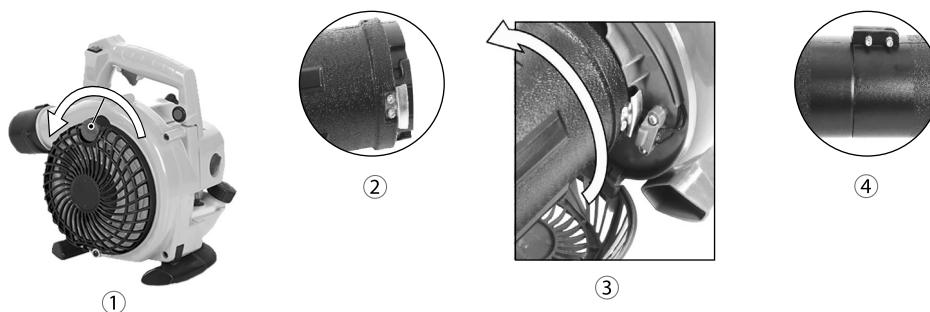

Рис. 4
5. Тримайте головку живлення та відкрутіть фіксуючий гвинт кришки вентилятора (4) проти годинникової стрілки, гвинт повинен залишатися з кришкою.
6. Виберіть верхню вакуумну трубку, на якій прикріплена ударна пластина мікроперемикача (5).
7. Опустіть кришку вентилятора та вставте верхню вакуумну трубку (6), переконавшись, що ударна пластина суміщена з мікроперемикачем на головці живлення. Натисніть на трубку настільки, наскільки вона піде, а потім поверніть у напрямку проти годинникової стрілки.
8. Прикріпіть нижню трубу повітродувки (7) за допомогою 2 болтів, що входять до комплекту. (Рис. 4)